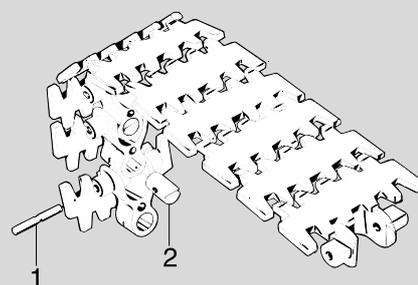

Figura 2. Componenti del giunto della catena
2. Rimuovere la spina in acciaio (1) dal perno (2). (Figura 2.)